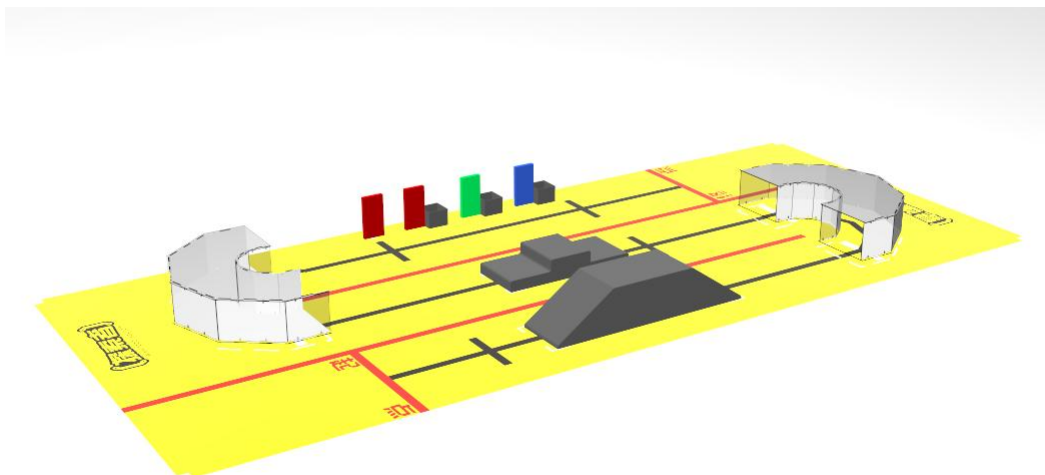

图 1 - 比赛场地的立体示意图
(1) 场地地面为  $408\text{cm} \times 175\text{cm}$  (尺寸误差 $\pm 3\text{cm}$ ) 的宝丽布 (如图 2)。场地地面设有起点线和终止线, 距离边缘  $90\text{cm}$ 。部分障碍前后  $20\text{cm}$  设有标志线, 供参赛队伍参考使用。距离长边  $60\text{cm}$  的两条红线为装饰线。5 个障碍物按图 1、图 2 所示种类、数量和位置安放, 并以双面胶固定在场地上, 不可移动。黑线用  $3.8\text{cm}$  宽低反光绝缘胶带铺设。